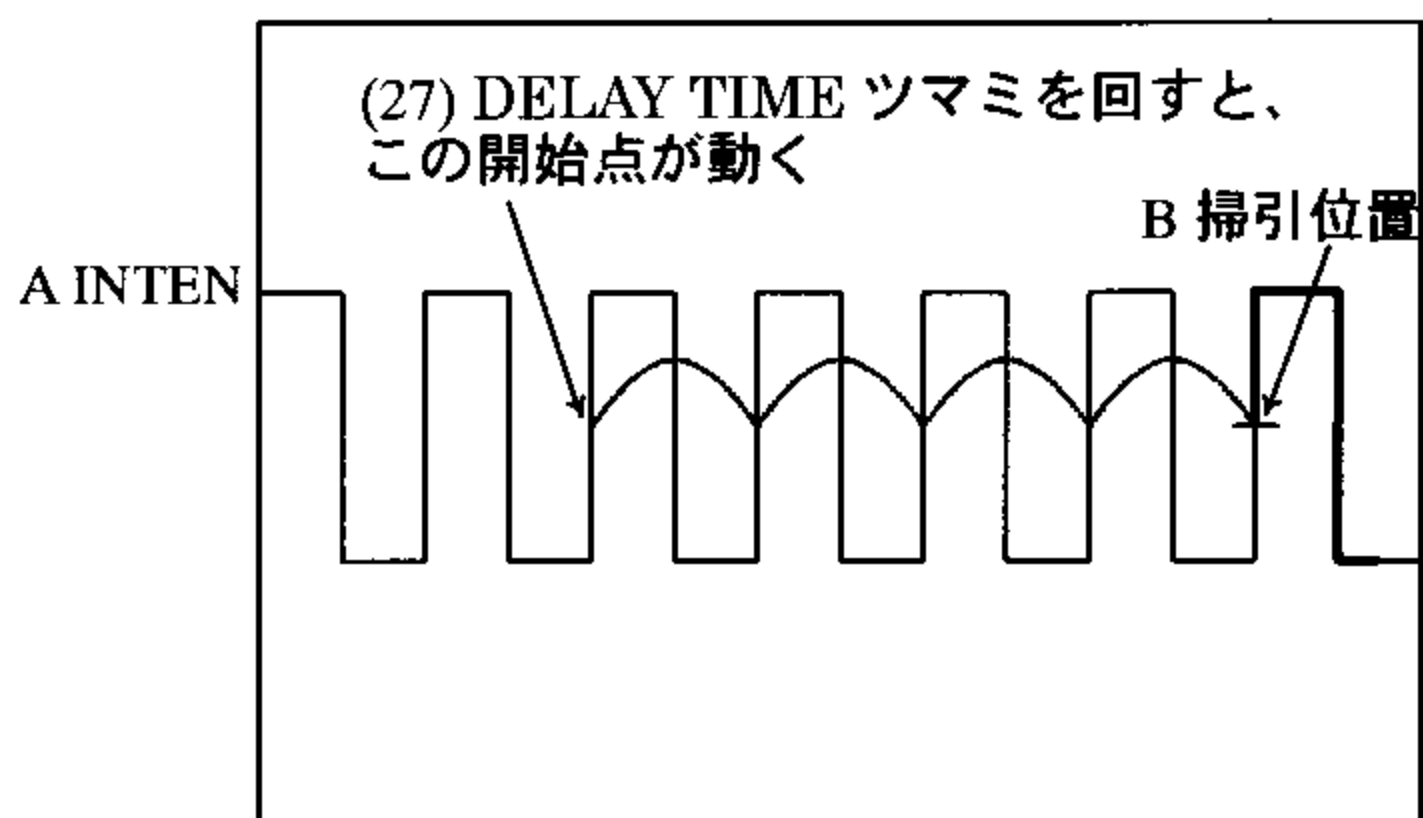

図 5-11 同期遅延掃引
A 掃引の掃引開始点から、(27) DELAY TIME ツマミで設定した遅延時間後の同期信号から、B 掃引を開始します。(図 5-11 参照)
1. (26) HORIZ DISPLAY の B TRIG'D をオンしてください。